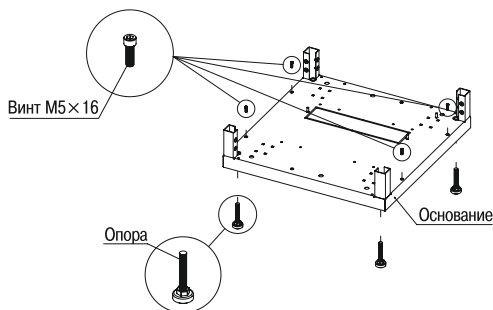

Рисунок 1 – Основание
4.3.1 Извлеките из первого места составные части изделия, паспорт и сборочный комплект. Установите на основание снизу регулируемые опоры и винты M5×16 с цилиндрической головкой сверху (рисунок 1).